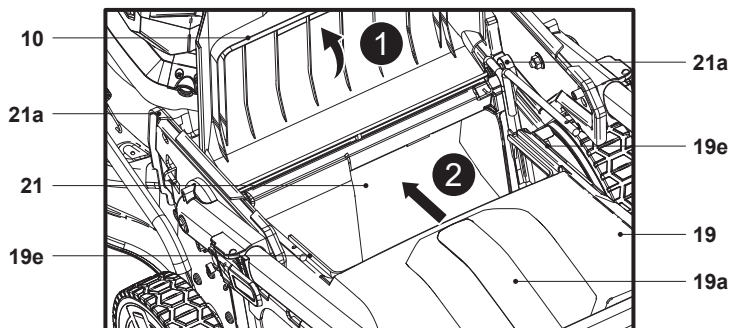

Fig. 6
- Ouvrir le déflecteur (10) et le maintenir ouvert (Fig. 6, étape 1).
4. Transporter le bac de ramassage (19) par sa poignée de transport (19a).
5. Aligner les deux crochets du bac de ramassage (19e) sur les mousquetons (21a) et y accrocher le bac de ramassage (19) (Fig. 6, étape 2).
6. Ensuite, dégager le déflecteur (10) avec précaution.